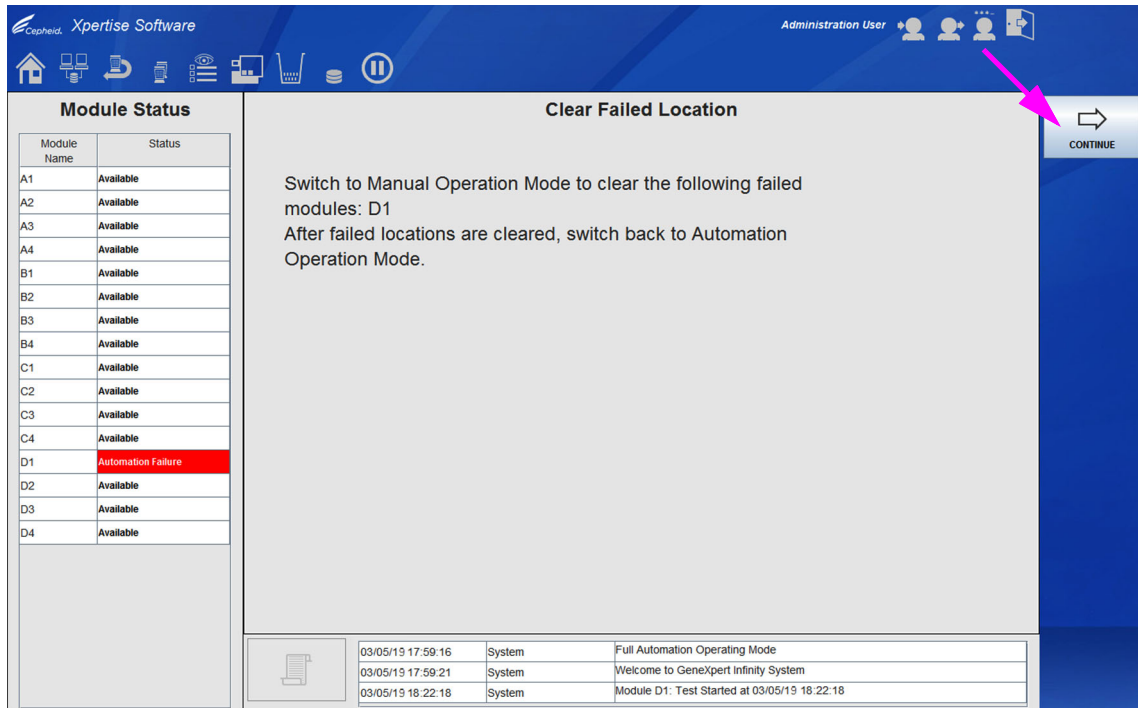

図 9-93. 故障場所のクリアワークスペース、手動モードへの切り替えを促すプロンプトを表示
1. 手動モードに切り替えて、モジュールをクリアします。システムが自動化モードのときに故障したモジュールをクリアしようとする、手動モードへの切り替えを指示するメッセージが表示されます。図 9-93 を参照。